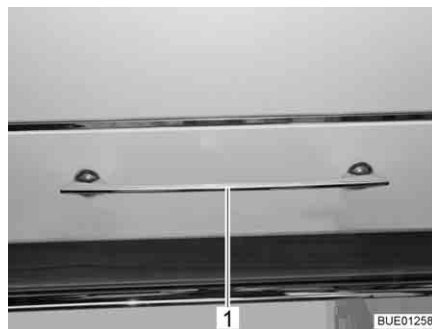

Bild 54 Möbelklappe mit Entriegelungsgriff
- Entriegelungsgriff (Bild 54,1) nach unten drücken und gedrückt halten.